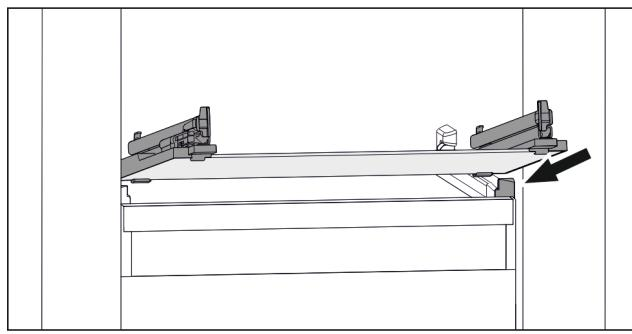

Fig. 89 Príklad zobrazenia sklenenej dosky
► Nasadte sklenenú dosku šikmo za zarázkami. (pozri Fig. 89)